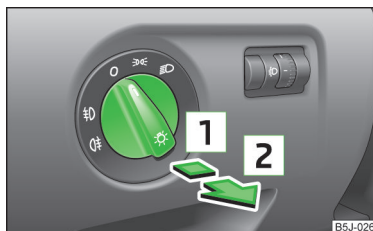

Fig. 41
- Rotiți comutatorul de lumini » fig. 41 mai întâi în poziția ⇨ sau ⤴.
- Rotiți comutatorul de lumini » fig. 41 la pagina 59 mai întâi în poziția  sau .